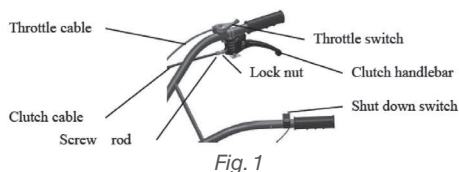

Fig. 1
2.1 Ajuste do cabo da embreagem (Fig. 1)